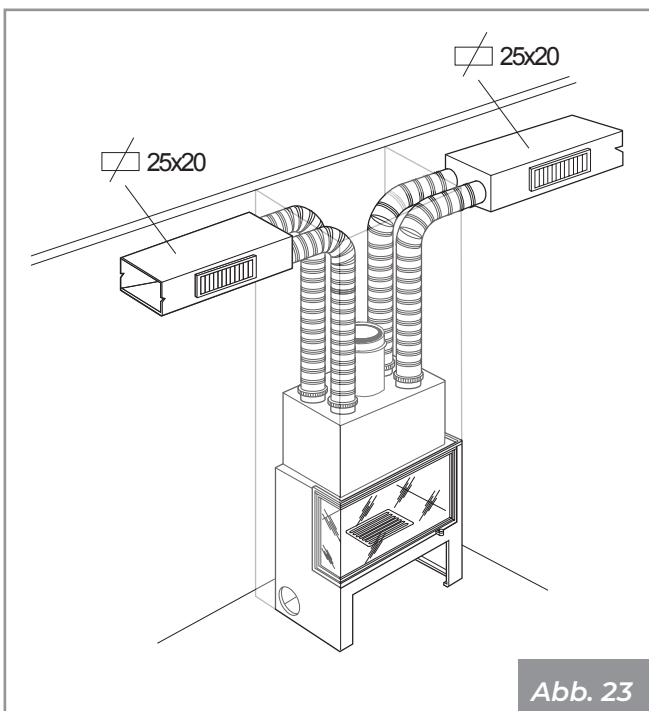

Abb. 23
- Glattes Metallrohr - Länge bis 14 m auf doppeltem Kanal (Abb. 23).